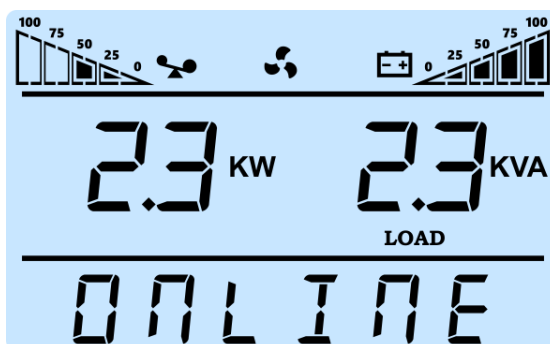

Figura 6.5: Display frontal do Company RT com os dados relacionados a carga do produto
A Figura 6.5 apresenta a exibição dos valores de potência ativa (W) e potência aparente (VA) da carga conectada.